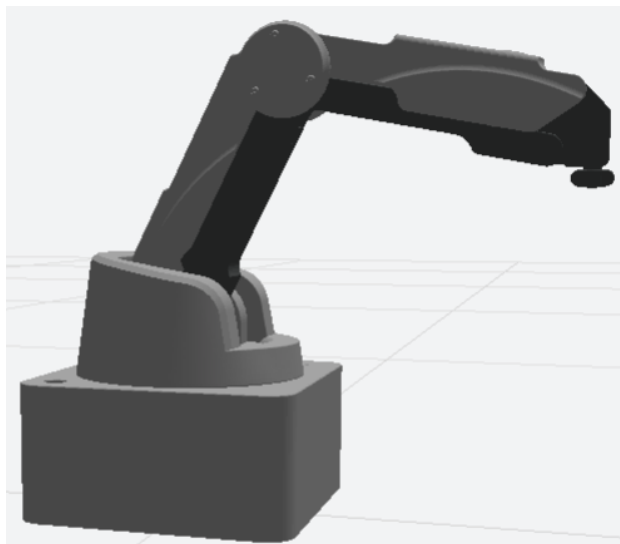

Рисунок 31 – Исходное положение манипулятора
7. Прозвучит сигнал «Система запущена. Внимание! Начинается процесс калибровки. Будьте осторожны, не касайтесь манипулятора и убедитесь, что посторонние предметы не помешают движению устройства. Калибровка начнется через 5 4 3 2 1». Запустится калибровка: манипулятор должен сначала поднять стрелу вверх, затем совершить повороты влево-вправо и остановиться в исходном положении (см. Рисунок 31). По окончании калибровки прозвучит сигнал: «Калибровка прошла успешно».